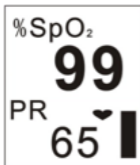
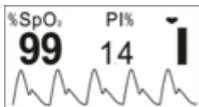
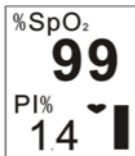

Figura 5
Figura 6
Figura 7
- Pressionar duas vezes a tecla Display, o visor do display será alterado conforme aparece na Figura 5.
- Pressionar três vezes a tecla Display, o visor do display (conforme aparece na Figura 5) será girado em 180°.
6. Pressionar e segurar a tecla Display (cerca de 2 segundos), o visor do display será exibido conforme aparece na Figura 6. As diferenças entre a Figura 6 e a Figura 4 são as seguintes:
- Na Figura 6, o SpO₂ e o índice de perfusão são monitorados e exibidos no visor.
7. Quando no visor for exibido conforme aparece na Figura 6, pressionar de forma circular a tecla Display, o visor do display será comutado entre as duas vistas (conforme aparece na Figura 6 e Figura 7) e as quatro direções serão exibidas alternadamente.
8. A vista de exibição (conforme aparece na Figura 6 ou Figura 7) regressará ao visor conforme aparece na Figura 4, ou na Figura 5 se a operação não for executada dentro de 10 segundos.